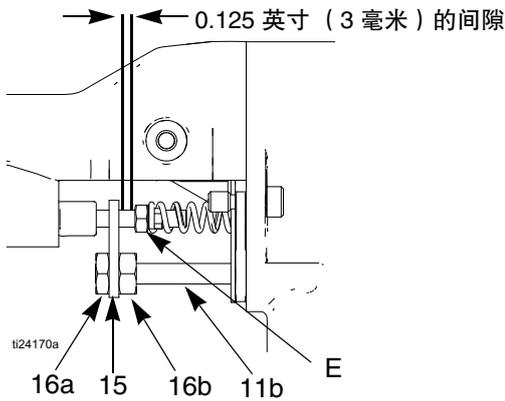

图 23. 致动器臂调节
2. 拆卸空气帽, 参见第 30 页。拆卸喷枪保护罩 (26)。
3. 拆卸安全螺母 (16)、致动器臂 (15) 和调节螺母 (16)。参见图 23。
参见图 23。
4. 卸下调节螺母（16a）和致动器臂（15）。参见图 23。